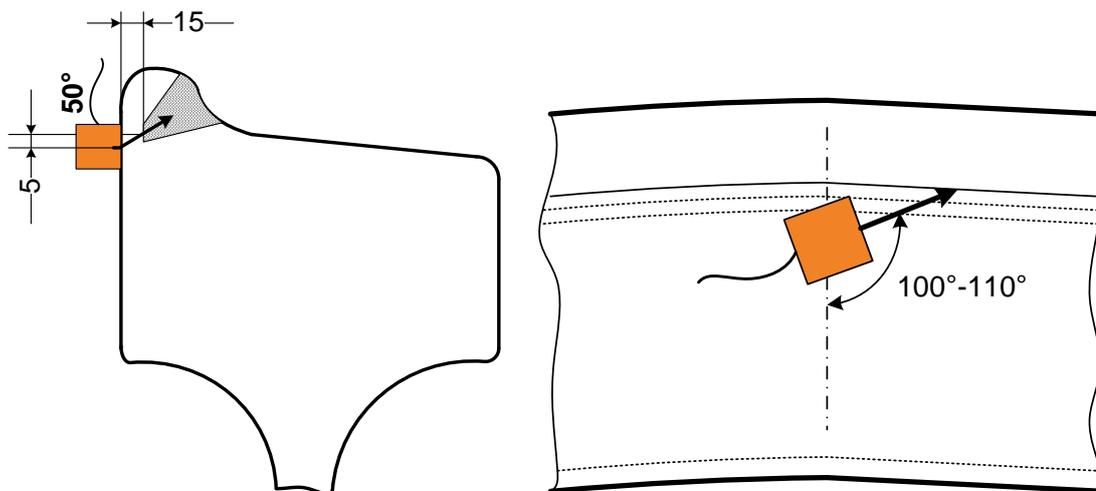

Рис. 9.6.1. Схемы прозвучивания колес по варианту DR3.3.
УЗК колес по варианту DR3.3 производят с применением сканирующих устройств. Контроль проводят с внутренней боковой поверхностью обода в окружном направлении поперечными волнами при установке ПЭП под углом поверхности катания и сканировании по окружности с целью выявления дефектов типа поперечных трещин и внутренних несплошностей в гребне обода, Рис.9.6.1.
9.6.4 Нанести контактную жидкость на внутреннюю боковую поверхность обода. Установить преобразователь П121-2,5-50°-К14-ЖД на обод как показано на Рис.9.6.1. Произвести сканирование по поверхности в пределах всего периметра колеса.